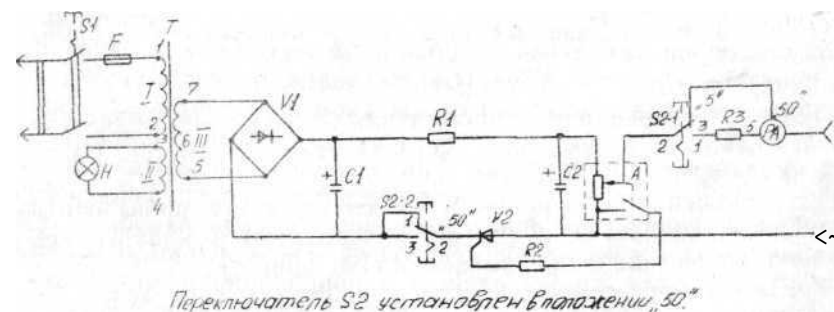

Рис. 2. Схема электрическая принципиальная
4.2. Схема электрическая принципиальная показана на рис. 2.
Перечень элементов к рис. 2.